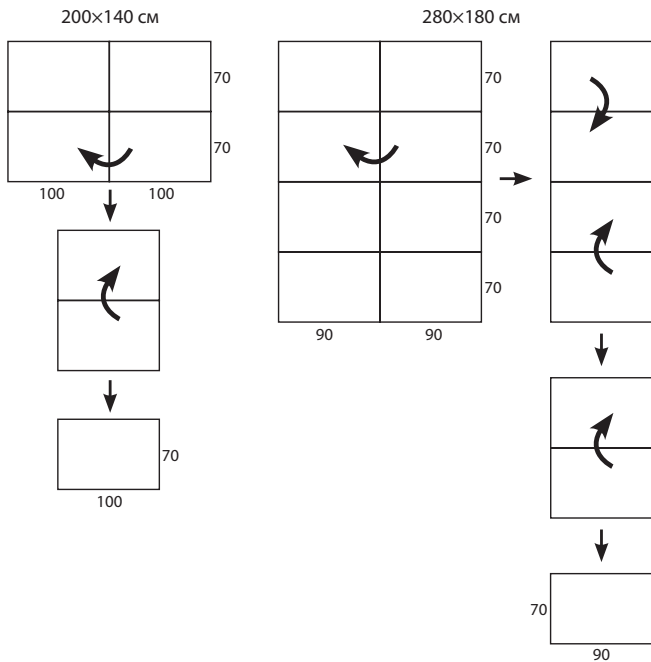

Рис. 2. Последовательность складывания нагревателей 200×140 см и 280×180 см
5. Перед тем, как убрать нагреватель для длительного хранения, удалите загрязнения с помощью бытового пылесоса для «сухой» уборки. Затем правильно сверните нагреватель строго в той последовательности, которая указана на Рис. 2 и уложите в коробку для хранения.